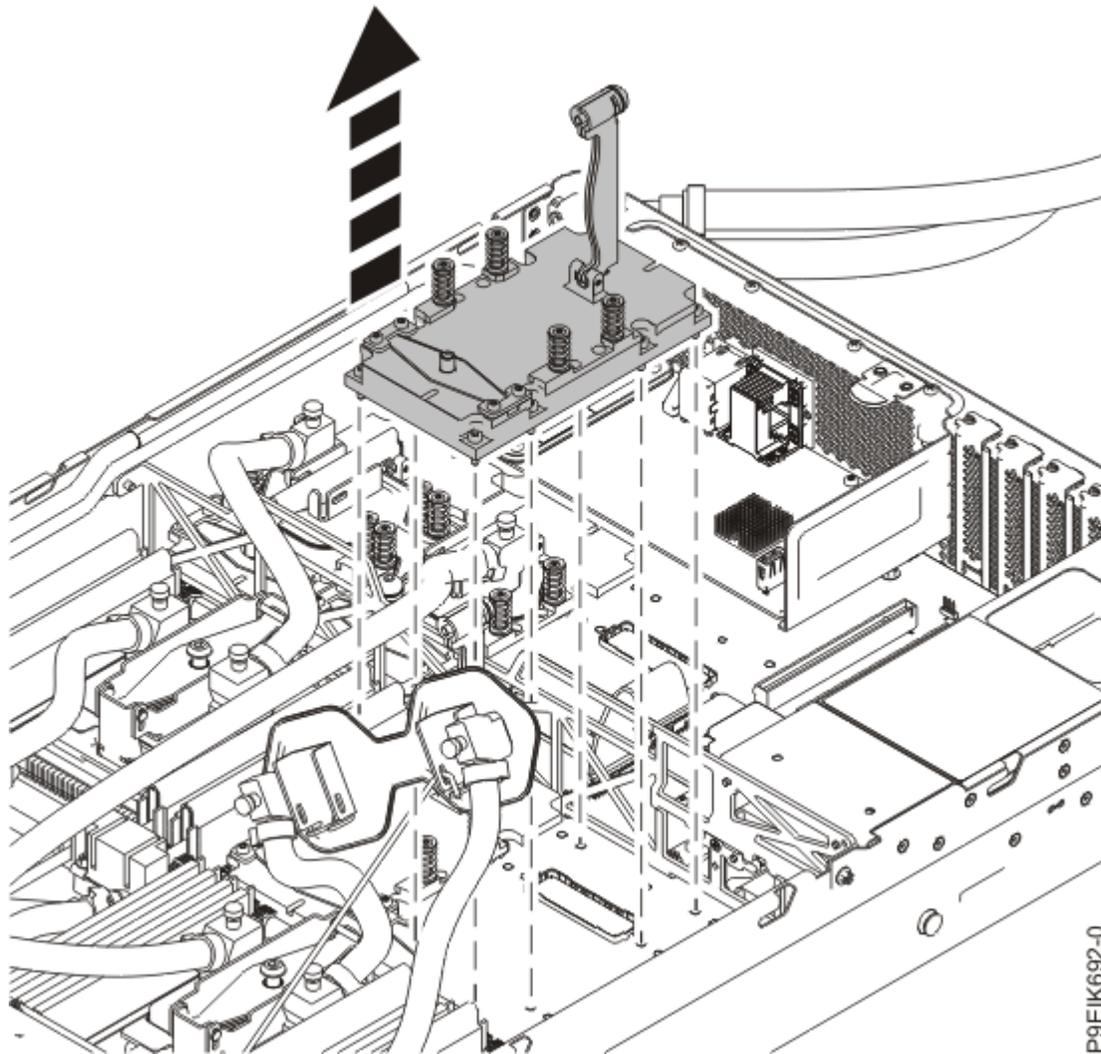

図 87. GPU の取り外し
- GPU の底面にあるピンに注意して、ピンや GPU を損傷しないようにしてください。97 ページの図 87 を参照してください。